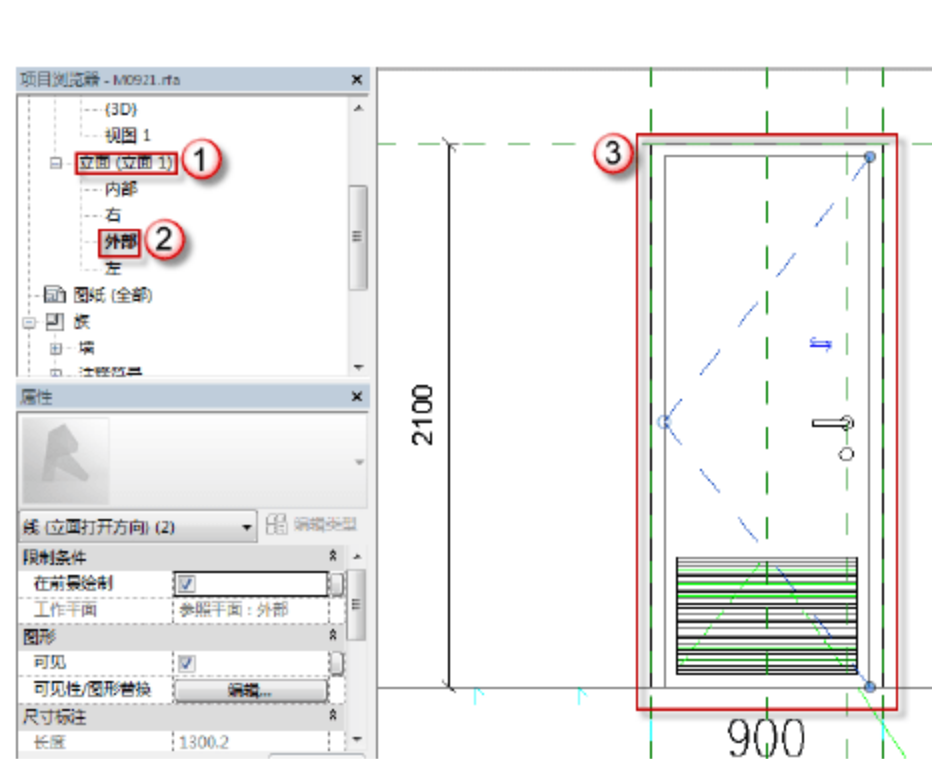

图 6.1.42 绘制带百叶门 M0921 的立面打开方向
(38) 绘制带百叶门 M0921 的立面打开方向。选择“项目浏览器”中的“立面（立面 1）”→“外部”选项，进入门的外部立面视图。选择“注释”→“符号线”命令，绘制如图 6.1.42 所示门的“打开方向”符号线。